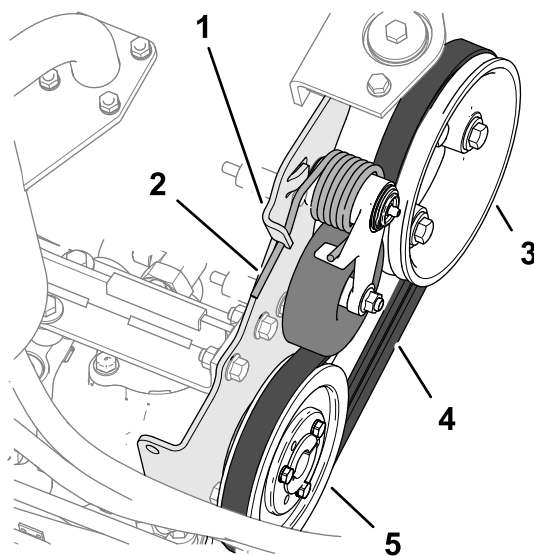

図 88
2. springの端を押し下げてポンプマウントのタブのノッチから外し、前方に移動させる **図 88**。